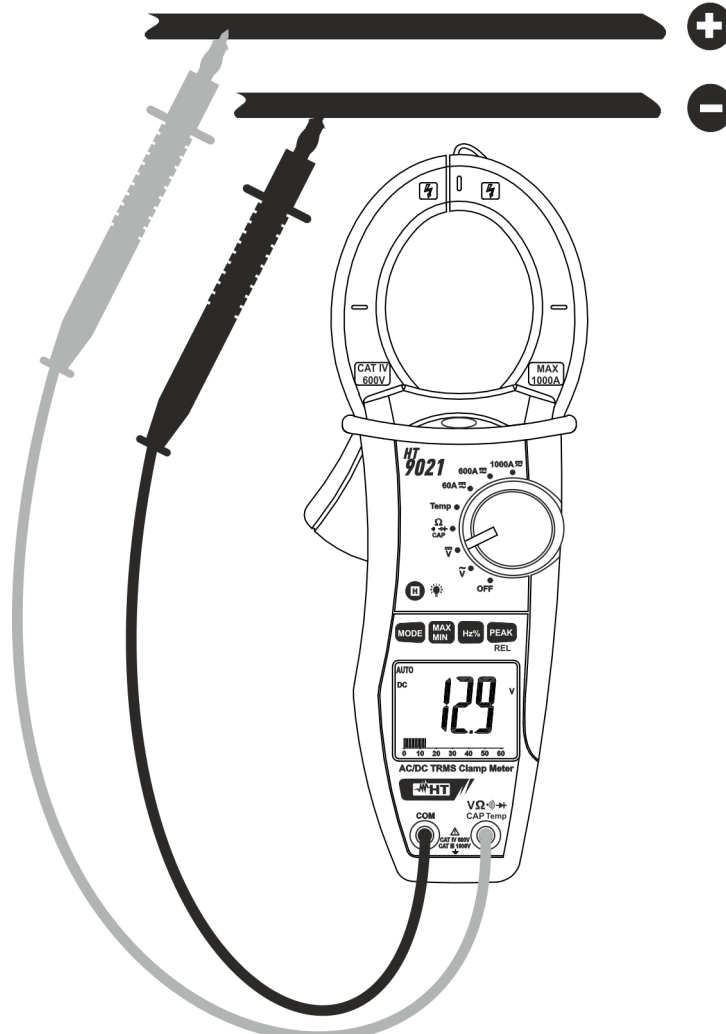

Fig. 4: Uso de la pinza en medidas de Tensión CC
2. Inserte el cable rojo en el terminal de entrada $V\Omega$ y el cable negro en el terminal de entrada **COM** (Fig. 4)